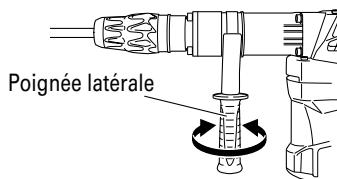

Fig. 5
**Fixation de la poignée latérale (Fig. 5)**
- (1) Tournez la poignée latérale dans le sens des aiguilles d'une montre pour la serrer.
- (2) Placez la poignée latérale dans une position adaptée au travail, puis serrez-la complètement.